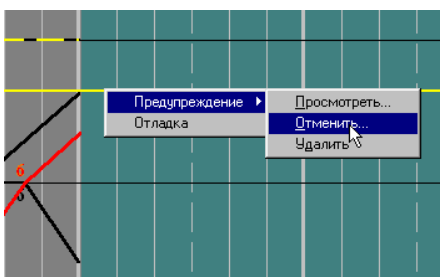

Рис. 29. Фрагмент ГИДа при отмене предупреждения на ограничение скорости.
2. В появившемся вспомогательном меню выбрать команду «Отменить» (рис. 29).